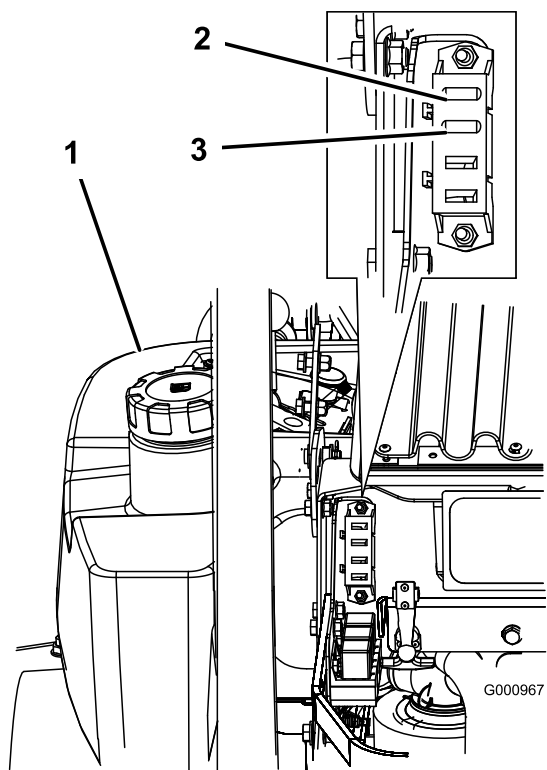

Figura 41
1. Desenganche el capó del motor y levántelo para tener acceso al portafusibles (Figura 41).
3. Instale un fusible nuevo (Figura 41).